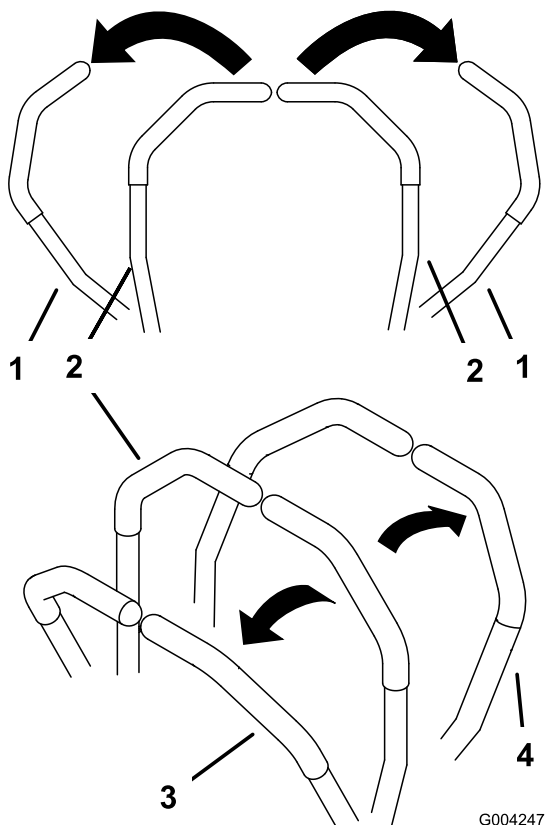

Figure 14
1. Mettez les leviers de commande de déplacement (Figure 14) en position de verrouillage du point mort.
3. Pour vous déplacer en marche avant, poussez doucement les leviers de commande de déplacement vers l'avant (Figure 14).
Pour vous déplacer en ligne droite, appliquez une pression égale sur les deux leviers de déplacement (Figure 14).
Pour tourner, rapprochez du point mort le levier de commande correspondant à la direction que vous voulez prendre (Figure 14).
2. Pour vous déplacer en marche arrière, tirez doucement les leviers en arrière (Figure 14).
Pour tourner, relâchez le levier de commande correspondant à la direction que vous voulez prendre (Figure 14).